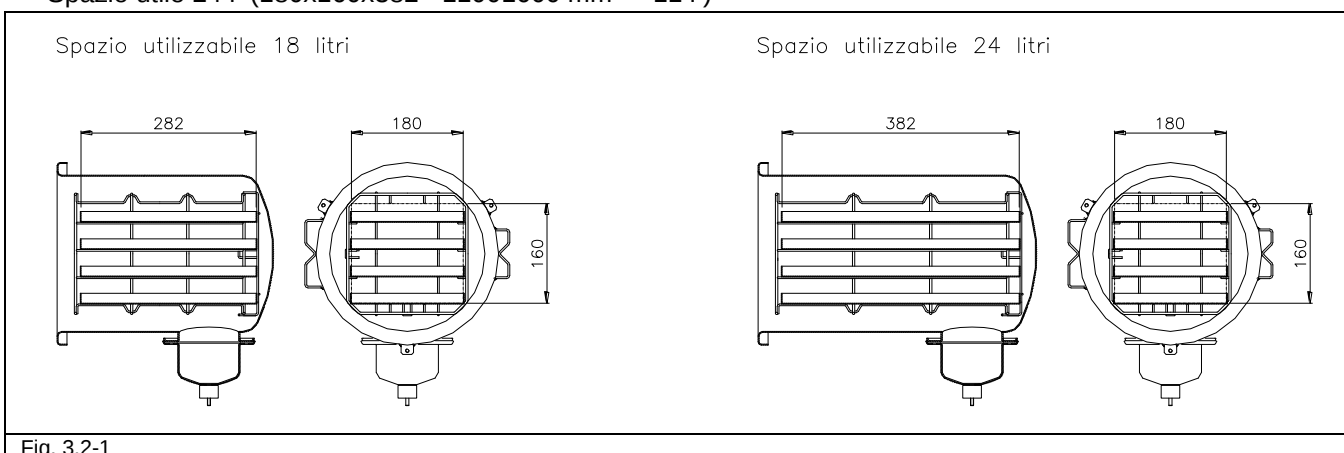

Fig. 3.2-1
****Spazio utilizzabile:** Si tratta del volume interno della camera di sterilizzazione che è disponibile per il materiale da sterilizzare (Fig. 3.2.1).